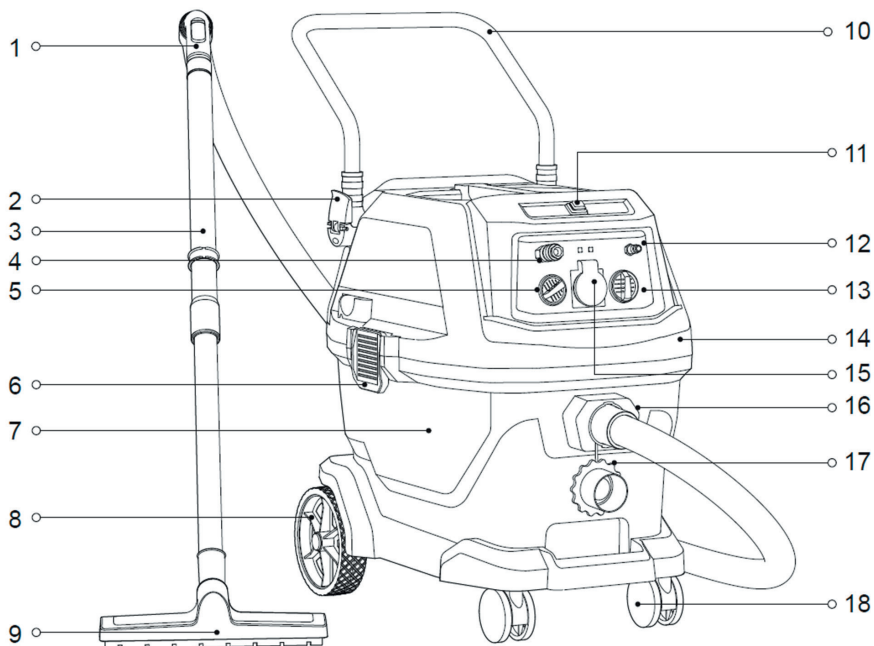

Рис. 1
- Откройте заглушку впускного патрубка (п.17, рис.1).
- Слегка поворачивая, вставьте угловую ручку (п.1, рис.1) в верхнюю трубку.